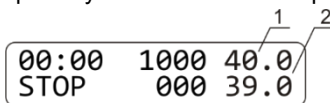

Рисунок 5. Дисплей после калибровки: 1. Установленная температура; 2. Текущая откалиброванная температура
- 7.4.8. Дисплей покажет откалиброванные значения температуры (рис. 5/1) и прибор продолжит термическую стабилизацию согласно ранее установленной температуре.